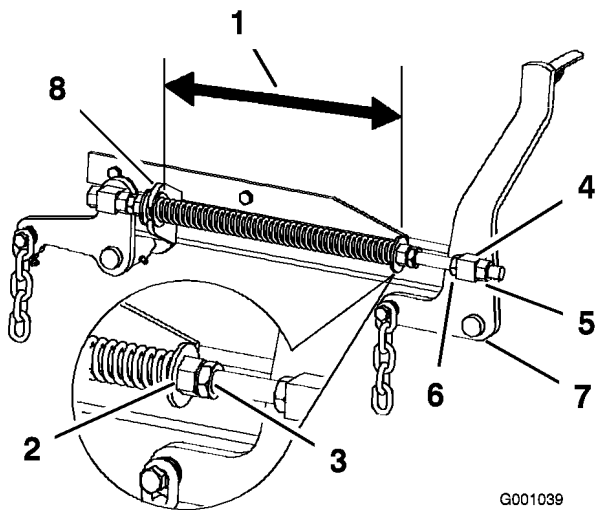

Figura 63
2. Compruebe la distancia entre las dos arandelas grandes, que debe ser de 28,2 cm para plataformas de cortacésped de 52 pulg., o 26,7 cm para plataformas de cortacésped de 60 pulg. (Figura 63).
3. Ajuste esta distancia aflojando la contratuerca elástica y girando la tuerca que está delante de cada muelle (Figura 63).
4. Fije la tuerca en la posición deseada apretando la contratuerca elástica (Figura 63).